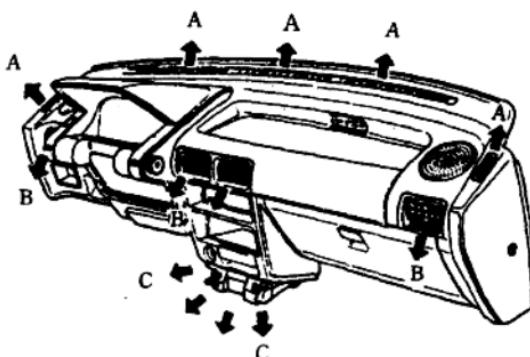

图 1—6 吹出空气的出风口
为方便驾驶操纵和确保行车安全，夏利轿车设装有各种必需的操纵装置、仪表和信号警示标志，如图 1—3 所示。作为驾驶员，要做到正确地驾驶夏利轿车，随时了解和掌握其主要系统和总成的运行技术状况，并通过信号警告过往行人和车辆免受伤害，就必须首先熟悉这些操纵装置和仪表信号警示标志的配置及作用，掌握其使用方法。
2. 出风口控制按钮：此按钮用来控制不同出风口流出的空气。夏利轿车设有 5 个不同的档位，可使空气从不同的出风口（如图 1—6 所示的 A、B、C 出风口）吹出。当将按钮置于“”档位时，空气从 B 口吹出；置于“”档位时，空气从 B、C 口吹出；置于“”档位时，空气从 C 口吹出；置于“”档位时，空气从 A、C 口吹出；置于“”档位时，空气从 A 口吹出。
夏利轿车在方向盘柱的前方还装设有危险警告信号开关（参见图 1—3 中之 9）。按下此开关，前后四个转向灯同时闪烁，示意过往车辆该夏利轿车处于停车状态，以防相撞，特别是在高速公路